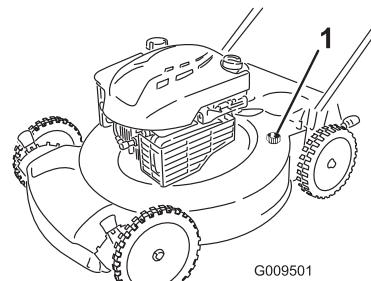

Figure 31
- Branchez un tuyau d'arrosage, relié à une arrivée d'eau, à l'embout de lavage du carter de la machine (Figure 31).